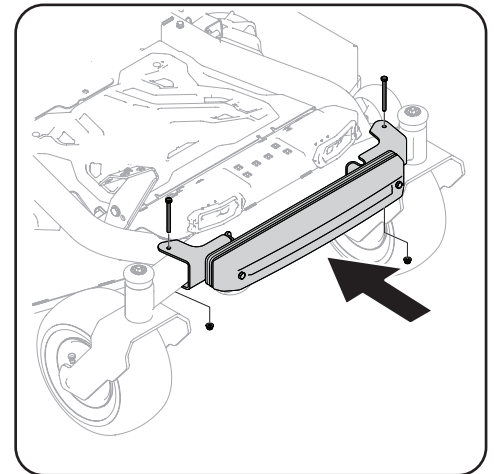

Figura 4-25
3. Centre visualmente el conjunto de barra de pesas en el tractor y con dos tornillos de cabeza hexagonal de 5/16" (710-3056) y dos tuercas (712-04063) sujete el conjunto de contrapeso al tractor como se indica en la Figura 4-25.